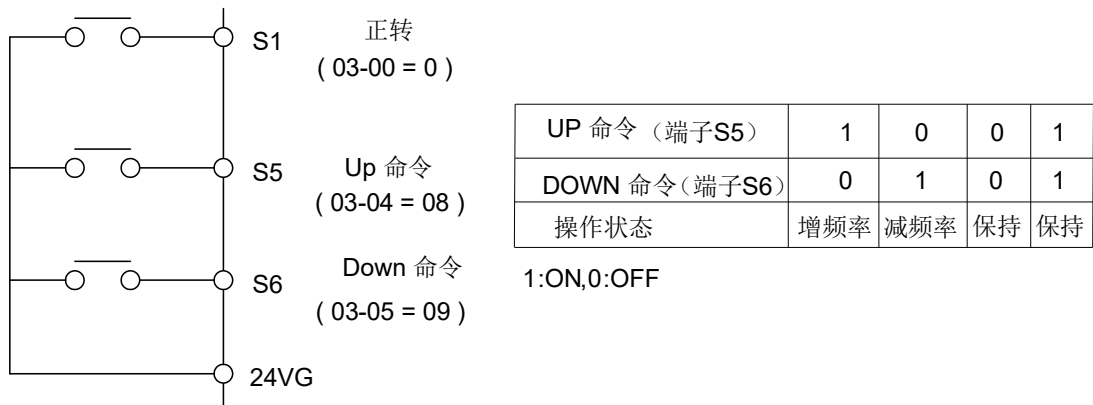
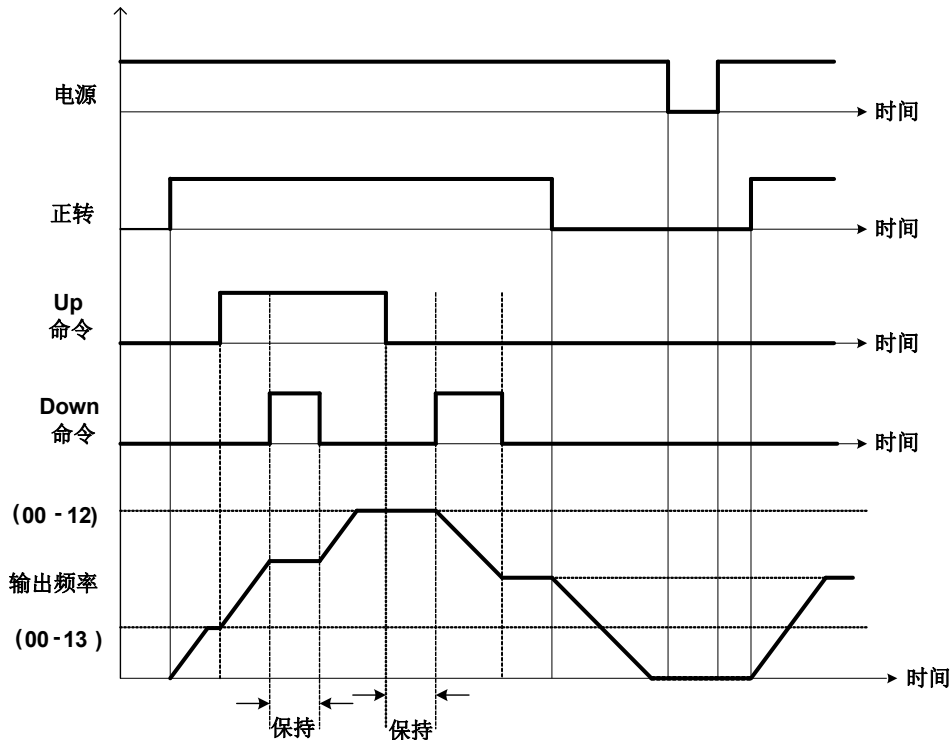

图 4.3.17 UP/DOWN配线范例
图 4.3.18 Up / Down指令时序图
- (10). 递增(UP)指令 (设定=08)。
- (11). 递减(DOWN)指令(设定=09)。
- 关于UP/DOWN配线及时序范例, 参照图4.3.17及图4.3.18。